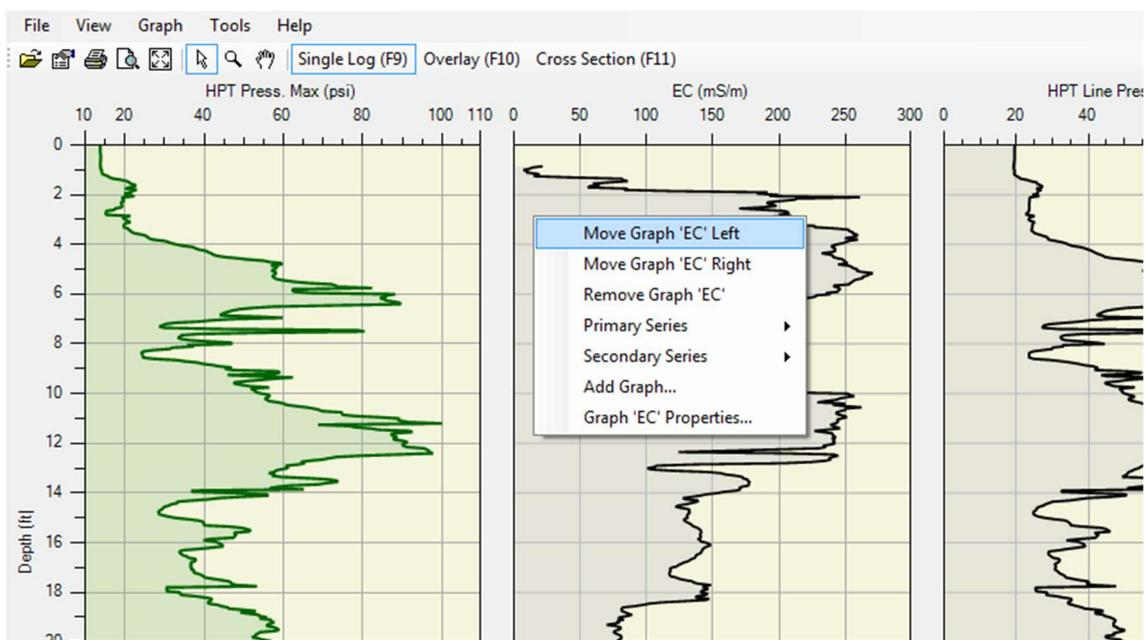

Figure 3 : Déplacer les graphes vers la gauche ou vers la droite.
2. Sélectionnez *Move Graph left* (gauche) ou *right* (droite) depuis le dessus de la liste d'options (Figure 3).
1. Sélectionnez la série primaire dans le coin inférieur gauche de l'écran (Figure 3) qui est EC par défaut.